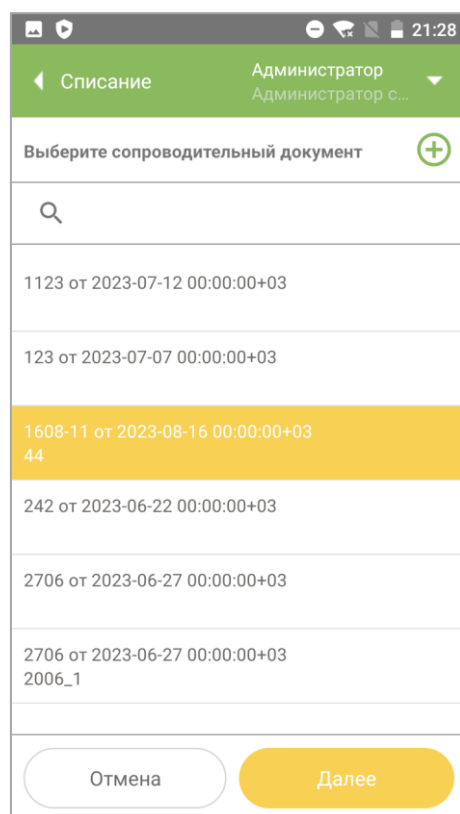
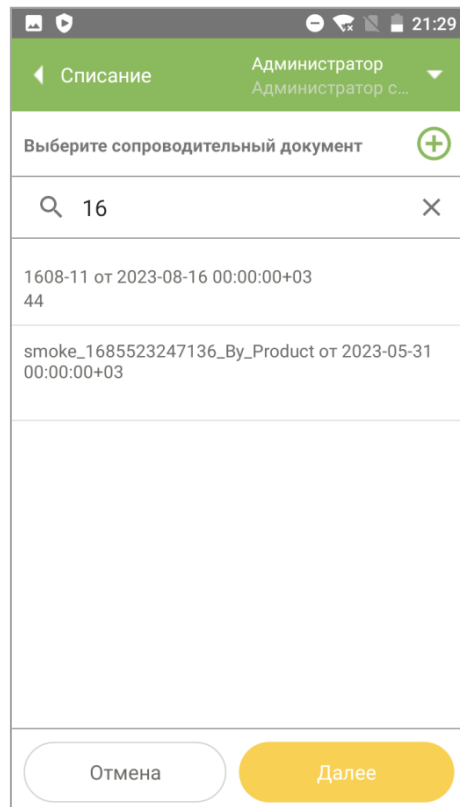
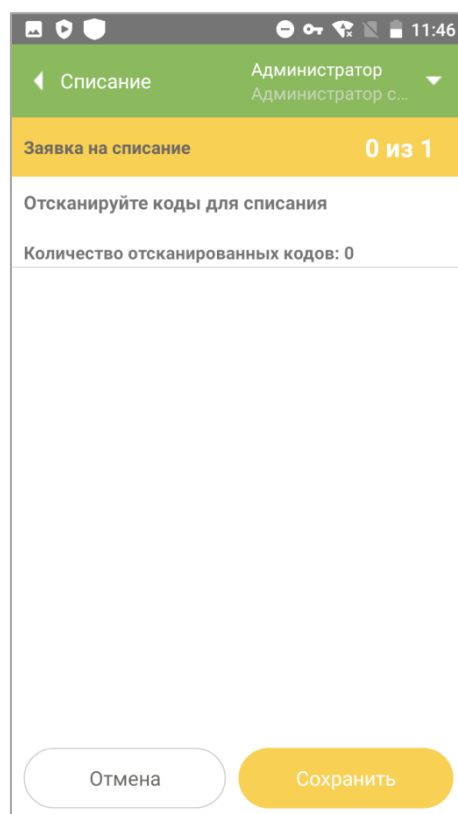

Рисунок 17.7
Рисунок 17.8
Рисунок 17.9
2. В открывшемся окне (Рисунок 17.7) выбрать сопроводительный документ из списка. При необходимости воспользоваться функцией поиска: ввести номер или его часть в поле поиска, выбрать из найденных совпадений (Рисунок 17.8). Нажать «Далее». Откроется окно сканирования кодов (Рисунок 17.9).